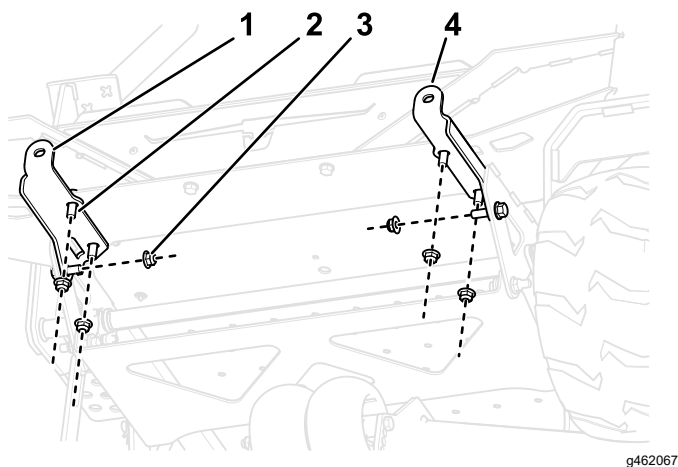

Figura 3
1. Utilice 6 pernos (3/8" x 1") y contratueras (3/8") para sujetar los soportes de los contrapesos derecho e izquierdo a la parte delantera de la máquina, como se muestra en la Figura 3.